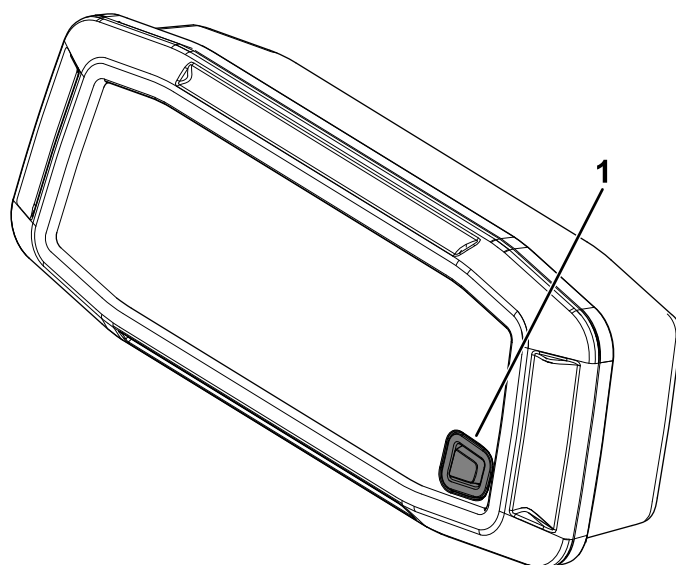

**Figure 47**
1. Appuyez sur le bouton (Figure 47) pendant au moins 10 secondes.